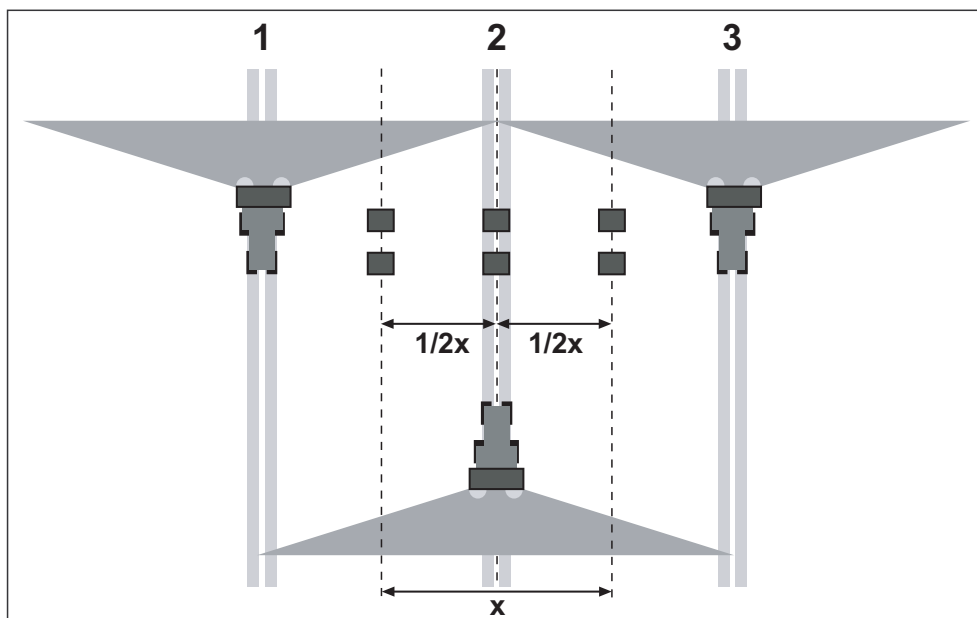

図 7.28: 3回走行の配置
- 図のように2つのトレーをオーバーラップゾーン（行路の間）に一列に置き（1 m 間隔）、1つはセンタートラックに配置します（図 7.28 を参照）。